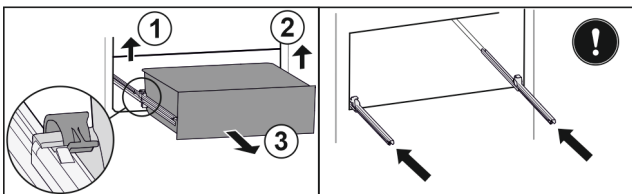

Fig. 43
- ▶ Приподнимите левый зажим и одновременно вытяните движением вперед выдвижной ящик слева. Fig. 43 (1)
- ▶ Приподнимите правый зажим и одновременно вытяните движением вперед выдвижной ящик справа. Fig. 43 (2)
- ▶ Извлеките выдвижной ящик движением вперед. Fig. 43 (3)